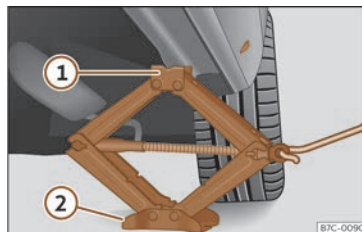

Fig. 44 Bas de caisse : placement du cric du véhicule.
- Tournez la manivelle du cric, placé sous le point d'appui du bas de caisse, pour le lever jusqu'à ce que l'ergot ①»» fig. 44 se trouve sous le logement en plastique prévu à cet effet.
- Alignez le cric de sorte que l'ergot ① « s'encastre » dans le logement en plastique prévu à cet effet sur le bas de caisse et que la plaque de base mobile ② repose sur le sol. La plaque de base ② doit tomber à la verticale par rapport au point d'appui ①.